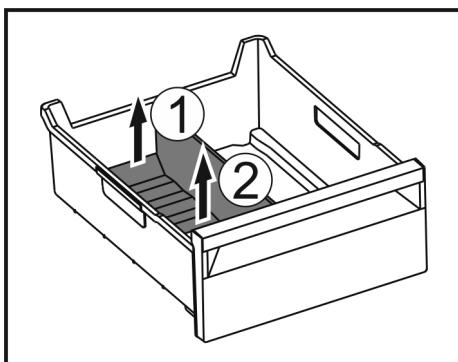

Fig. 70
- Повдигнете задната част на разделителя на отделението за лед. Fig. 70 (1)
- Извадете разделителя на отделението за лед нагоре. Fig. 70 (2)